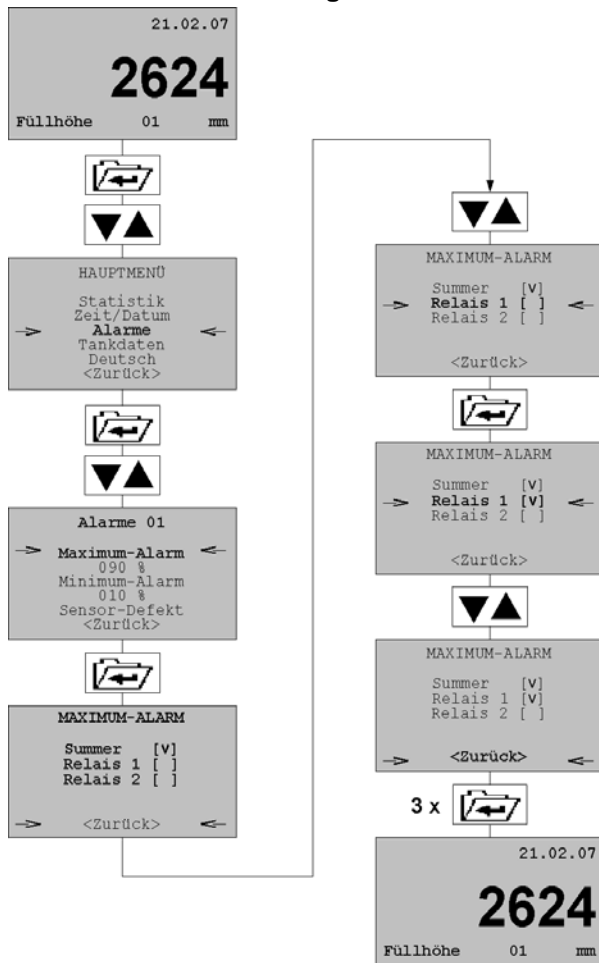

Fig. 13: Régler le buzzer/le relais, exemple alarme maximale
- Afficher le menu alarme 2 et continuer selon fig. 13, page 31.